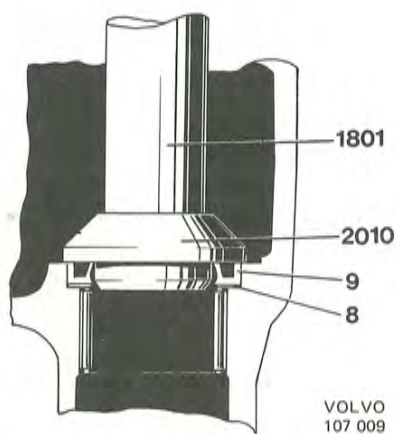

Bild 106. Montering av tätningsring
9. Spänn fast huset (4) med halsen nedåt. Lägg brickan (8) i huset. Montera tättningsring (9) med tättningsläppen vänd uppåt. Använd verktyg 2010 och 1801, se bild 106.